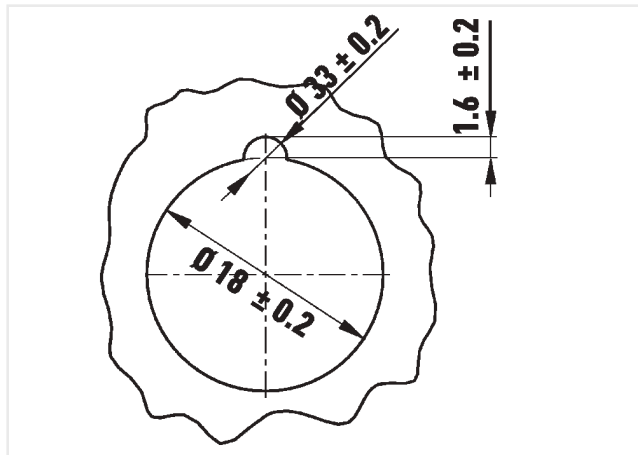

FIG. 5
- Mecanizar una fresa para el encaje FIG. 5.